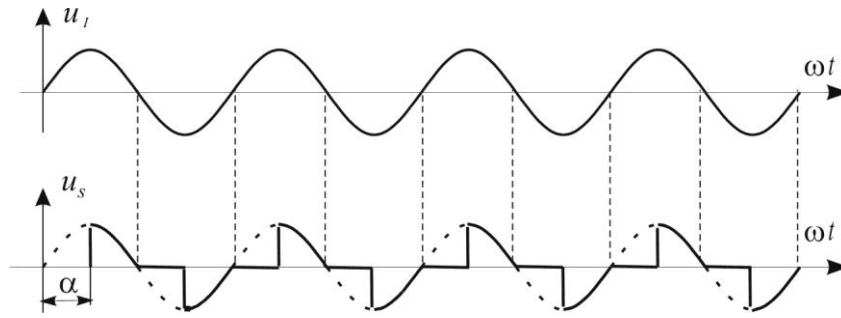

Fig. 4.12. Reglaj continuu al puterii.
- Se poate realiza un unghi de comandă α variabil pentru fiecare semiperioada (fig.4.12).